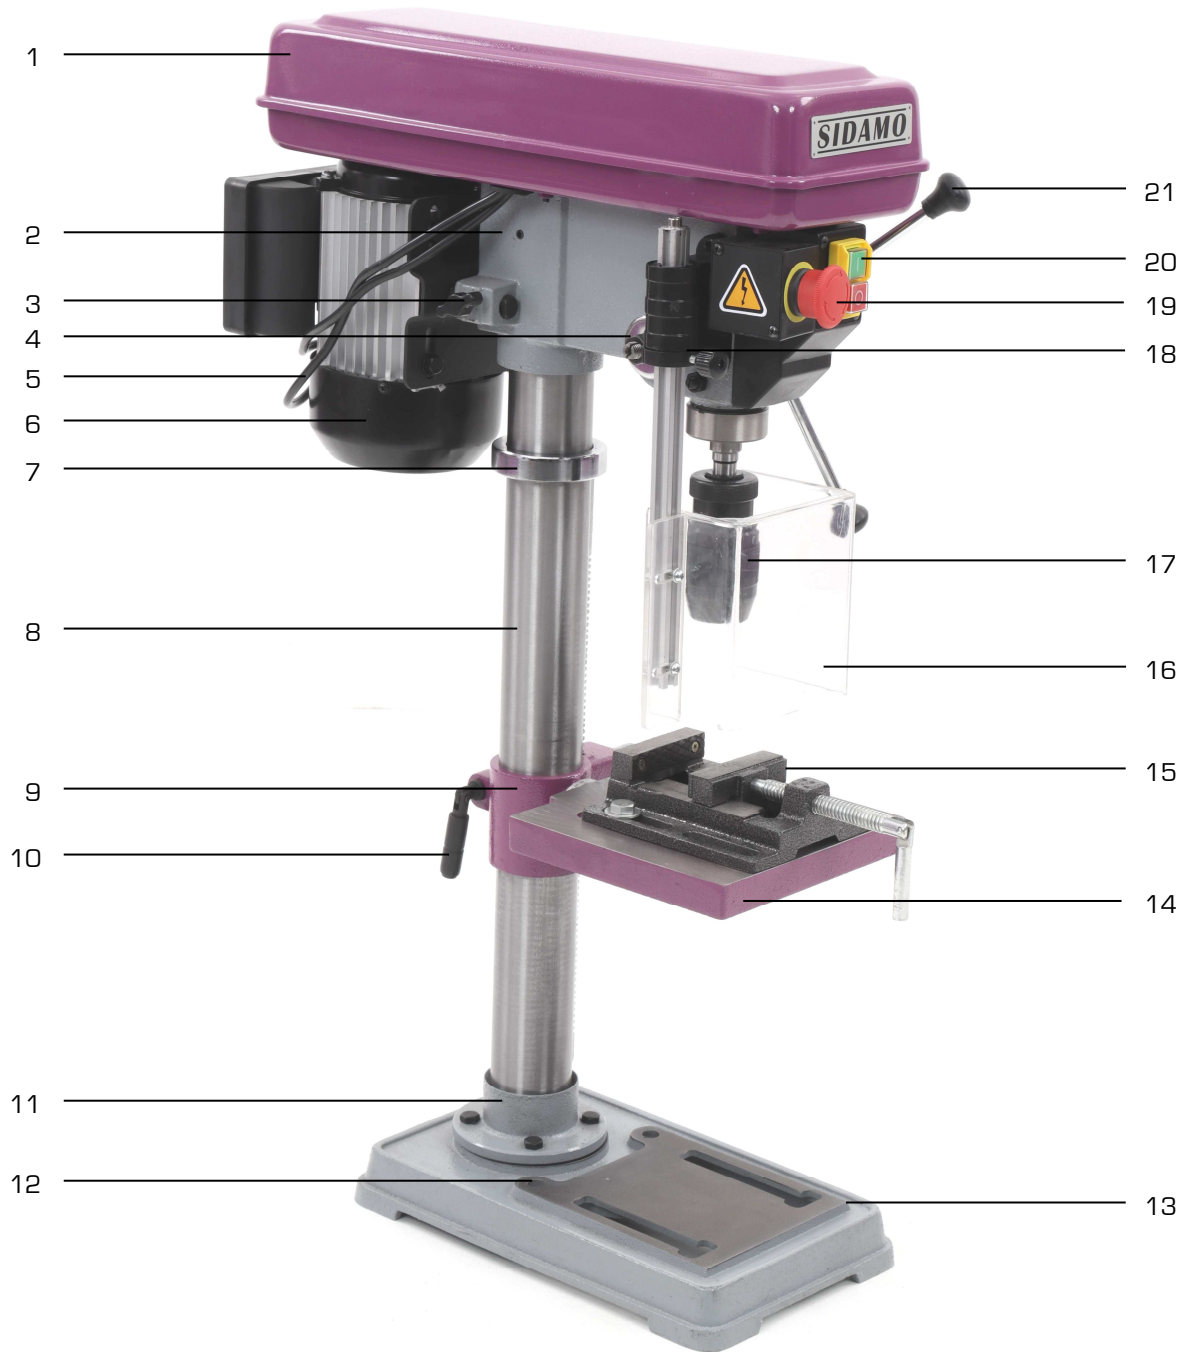

Figure 1
Fixer la machine à l'établi, en correspondance des 2 points de fixation scellement base [12 fig.1], au moyen de rondelles, d'écrous et de boulons de fixation appropriés (M12), de sorte qu'elle ait une position la plus stable possible.
6. Serrer la poignée de blocage du collier support de table (2).
9. Placer la manivelle « montée/descente » de table (10) sur l'axe du pignon du collier support de table et serrer la vis de serrage de la manivelle contre la partie plate de l'axe du pignon.
10. Vérifier le bon fonctionnement de la montée et descente du collier support de table (1).
11. Installer la tête (9) sur la colonne (3).
15. Les bras de cabestan (21 fig.1) doivent être correctement installés pour la descente de broche :
16. Assembler correctement l'ensemble complet de l'écran de protection mandrin (16 fig.1).
17. Installer l'ensemble complet de l'écran de protection mandrin dans son support (18 fig.1).